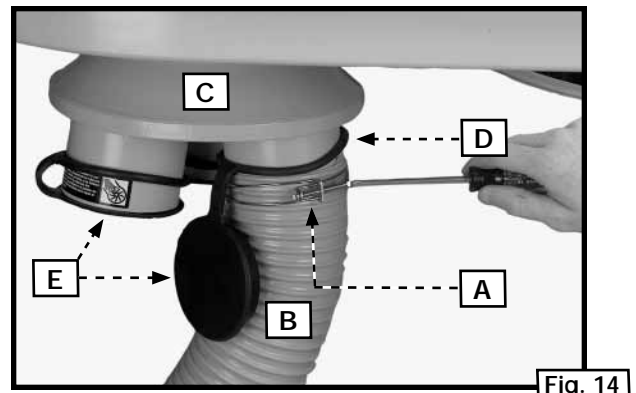

Fig. 14
REMARQUE : insérer les anneaux des capuchons d'admission (D) fig. 14, sur les extrémités de chaque goulotte avant de raccorder le tuyau.
Assembler lâchement un collier de serrage (A) fig. 14, autour de l'une des extrémités du tuyau flexible (B). Raccorder le tuyau à la goulotte à poussière (C) puis serrer solidement le collier de serrage (A). Assembler l'autre collier de serrage à l'autre extrémité du tuyau flexible et le raccorder à la machine de travail du bois.
REMARQUE : ne pas utiliser le dépoussiéreur avec l'une des goulottes à poussière (C) fig. 14, sans capuchon ou tuyau en place. Pour couvrir un trou sans tuyau, insérer le bouchon plat d'admission (E) sur l'orifice d'admission de la poussière comme indiqué à la figure 14.